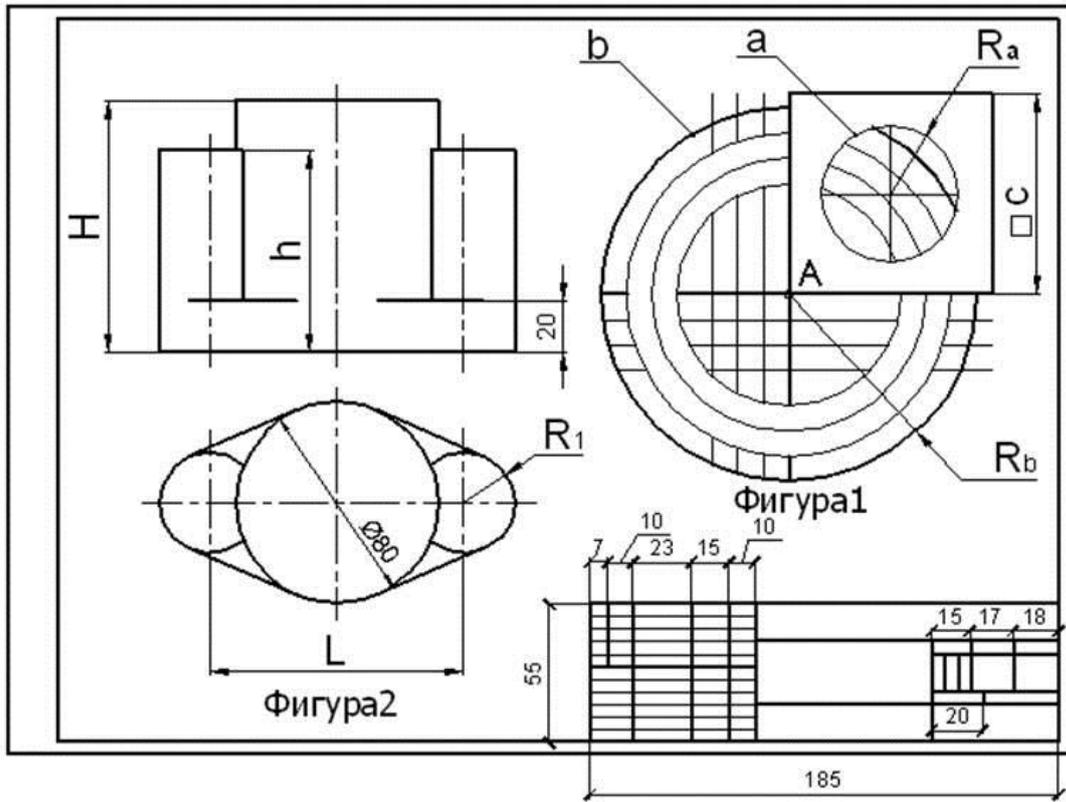

рис.1
**Постройте квадрат** со стороной  $C$  и вершиной в точке  $A$ . Координаты точки  $A(300,170)$ . Длина стороны квадрата  $C$  указана в табл. по вариантам. Расположение квадрата показано на рис. 1.
Соедините отрезками попарно середины сторон квадрата (см. рис. 1 и 2). Используйте постоянный или временный (рис. 5) режим объектной привязки.
Постройте окружность **a** радиусом **Ra** (рис. 1 и 3). Центр окружности укажите в пересечении двух срединных линий квадрата.
Построить окружность **b** радиусом **Rb** с центром точке **A** (см. рис. 1 и 7).
Начертите Фигуру **2** (*рис. 1*). Размеры по вариантам приведены в табл. 1.